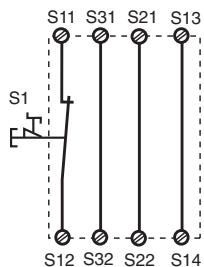
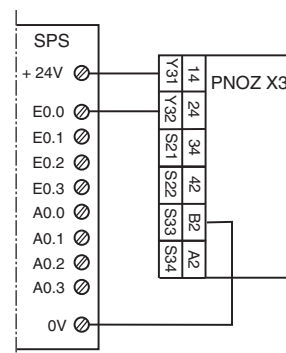

Fig. 2: Circuito de entrada monocal, rearme automático/Circuito di entrata monocale, start automatico/Eenkanalig ingangscircuit, automatische start
Fig. 10: Ejemplo de conexión para salida de semiconductor/Esempio di collegamento per uscita semiconduttore/Aansluitvoorbeeld van halfgeleideruitgang
En las fig. 2 a 10 se presentan ejemplos de conexión para conexión de parada de emergencia con rearme automático y supervisado, excitación de puerta protectora así como ampliación de contactos mediante contactores externos.
- Fig. 2 y 7: En caso de caída de tensión y rearmado, el dispositivo se inicia automáticamente. Evite un arranque intempestivo mediante un cableado externo adecuado.
- Fig. 2 y 7: S33-S34 **no conectado**
In fig. 2 ... fig. 10 sono riportati degli esempi di collegamento per il cablaggio di arresto d'emergenza con start automatico e manuale, per il comando delle porte di sicurezza, nonché per la moltiplicazione dei contatti mediante relè esterni.
- Fig. 2 e 7: Il dispositivo si avvia automaticamente dopo la caduta ed il ritorno dell'alimentazione. Occorre prevenire un riavvio inatteso usando circuiti esterni di misura.
- Fig. 2 e 7: **nessun** collegamento S33-S34
In fig. 2 ... 10 worden aansluitvoorbeelden gegeven van noodstop-schakeling met automatische en bewaakte start, hekbewaking en contactvermeerdering d.m.v. externe magneetschakelaars.
- Fig. 2 en 7: Het apparaat start automatisch bij uitvallen en terugkeren van de spanning. Vermijd een onverwacht heraanlopen door maatregelen in de externe schakeling.
- Fig. 2 en 7: **geen** verbinding S33-S34